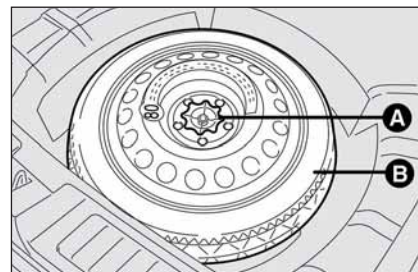
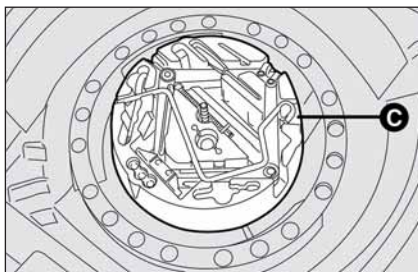

fig. 4
fig. 5
- svitare il dispositivo di bloccaggio **A**-**fig. 4**;
- prelevare il ruotino di scorta **B-fig. 4** per accedere al contenitore portattrezzi **C-fig. 5**;
- prelevare il contenitore portattrezzi **C-fig. 5** e portarlo accanto alla ruota da sostituire;